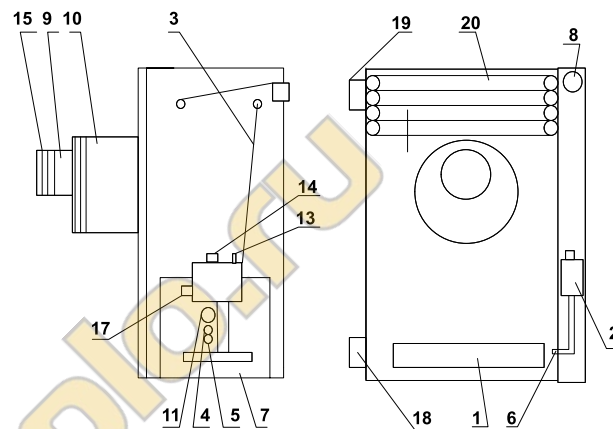
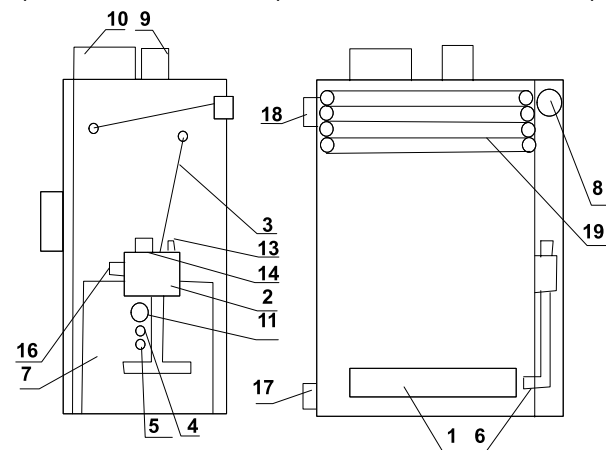

Рисунок 1. Устройство котла с коаксиальным трактом.
Рисунок 2. Устройство котла с раздельным трактом.
- 5.1. Котел имеет закрытую камеру сгорания, т.е. забор воздуха на горение осуществляется снаружи помещения. Для воздухоподачи и удаления продуктов сгорания котел изготавливается с отдельным или коаксиальным дымовентиляционным трактом. При коаксиальном выходе котел (рис.1) комплектуется собственным дымовентиляционным трактом, который устанавливается через отверстие в наружной стене здания и система дымоудаления не требует дымовой трубы. При отдельном выходе котел (рис.2) комплектуется секцией воздуховода. Снаружи на конец дымовентиляционного тракта или воздуховода устанавливается ветрозащитное устройство-терминал. Котел представляет собой сварную водотрубную конструкцию, образующую по всему периметру водяную рубашку, окаймляющую топочную камеру. Для горячего водоснабжения в верхней части водяной рубашки размещается змеевик. Топочная камера имеет внешний проем для установки газогорелочного устройства. В панели газогорелочного устройства имеется окно для наблюдения за процессом горения.